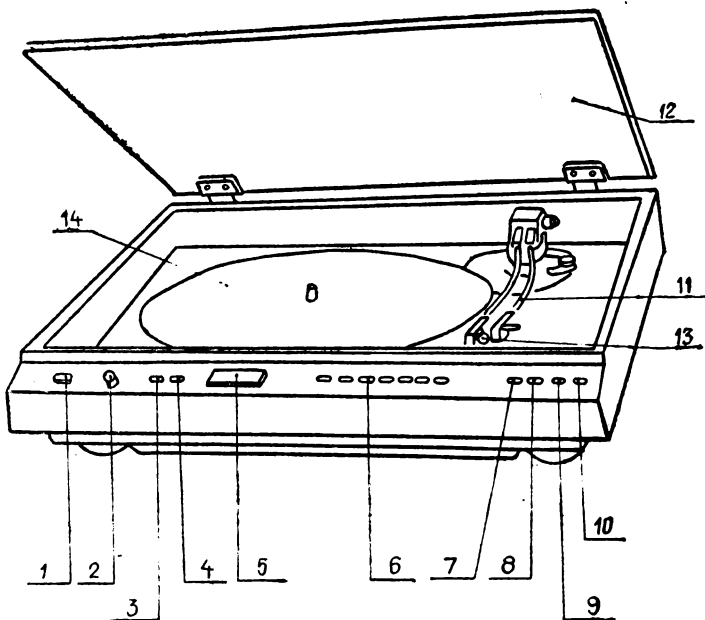
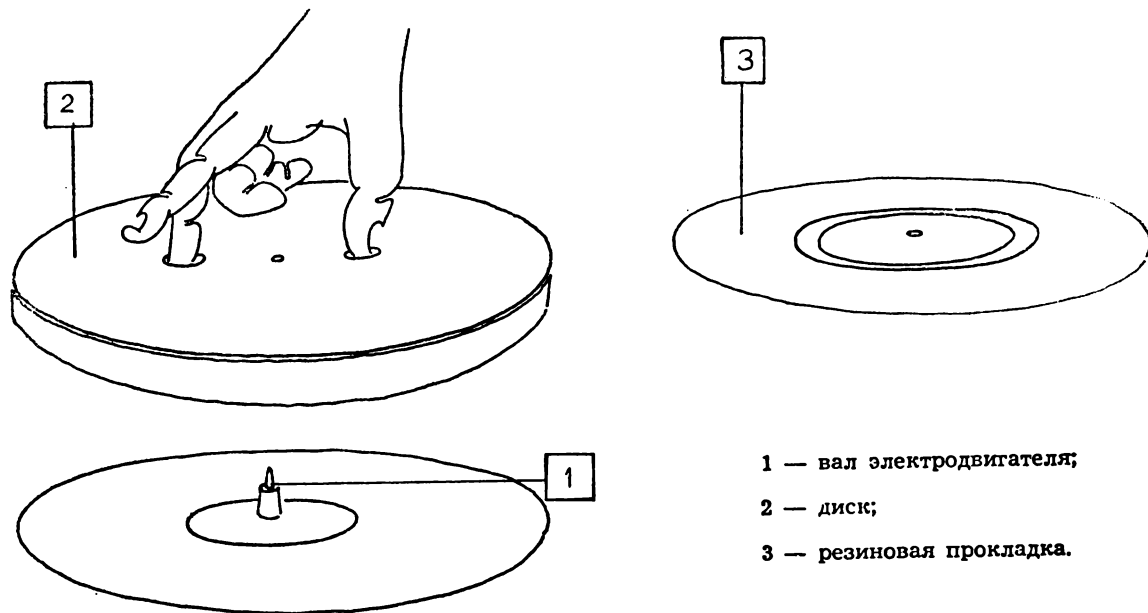
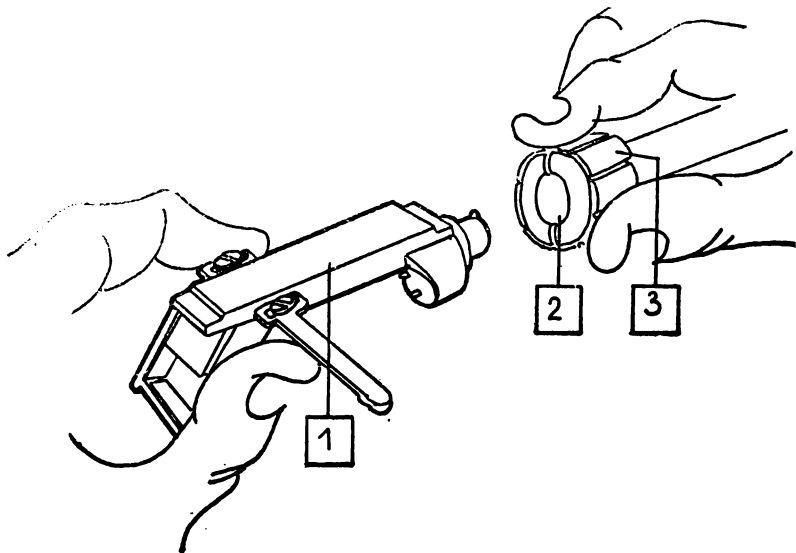
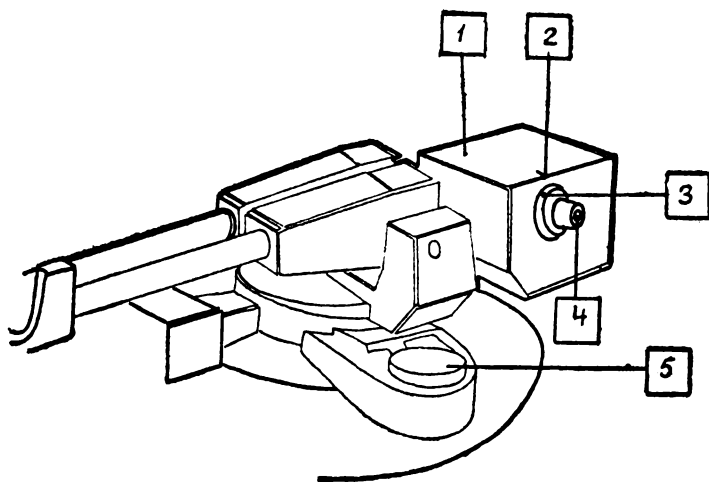

Рис. 1
Рис. 2
Рис. 3
Рис. 4
5.4. Расположение и назначение основных узлов электропроигрывателя и органов управления приведено на рис. 1.
Пояснения к рис. 1
6.1.1. Распакуйте электропроигрыватель. На вал двигателя 1 (см. рис. 2) установите диск 2 и резиновую прокладку 3. Распакуйте головку магнитную 1 (см. рис. 3), установите ее в гнездо тонарма 2 и закрепите гайкой крепления 3 до упора.
Освободите звукосниматель от крючка на опоре, выведите его влево до упора и установите противовес 1 (см. рис. 4) на заднюю часть звукоснимателя 11 (см. рис. 1).
6.1.2. Установите прижимную силу звукоснимателя. Для этого, придерживая звукосниматель между диском и опорой, сбалансируйте его относительно горизонтальной оси, передвигая противовес ручкой 4 (см. рис. 4) в одну или другую сторону. Затем верните звукосниматель на опору и закрепите крючком.
6.1.4. Органы управления электропроигрывателя (см. рис. 1) установите:
6.2.1. Включите проигрыватель нажатием на кнопку СЕТЬ 1 (рис. 1). Нажмите на кнопку СТОП 9, при этом все электронные системы занимают начальное положение. Выберите нужную скорость вращения нажатием на кнопку «33», «45», 3, 4.
6.2.3. Выведите предохранительную скобу на магнитной головке 1 (рис. 3) в верхнее положение, освободите звукосниматель от крючка на опоре и нажмите на кнопку ПУСК 10 (рис. 1). После того, как началось проигрывание грамзаписи, установите точную частоту вращения грампластинки с помощью ручки 2. При точной частоте вращения стробоскопические метки в окне 5 не двигаются.
| 1. При нажатии переключателя СЕТЬ 1 (рис. 1) электропроигрыватель не включается. Свет в окне стробоскопа 8 не псввляется.  | Неисправна вилка шнура питанияПерегорел предохранитель  | Исправьте вилку шнура питанияЗамените предохранитель  |